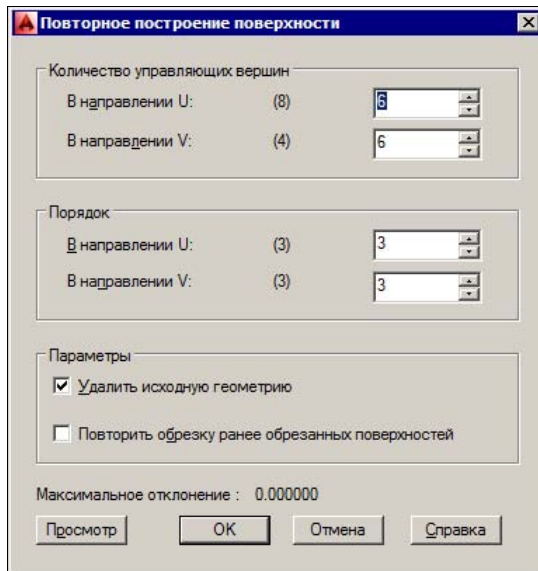

Рис. 10.108. Диалоговое окно Повторное построение поверхности
- ◆ УВПЕРЕСТРОИТЬ (CVREBUILD) — перезадать параметры уравнения (  ) с помощью диалогового окна **Повторное построение поверхности** (Rebuild Surface) (рис. 10.108).